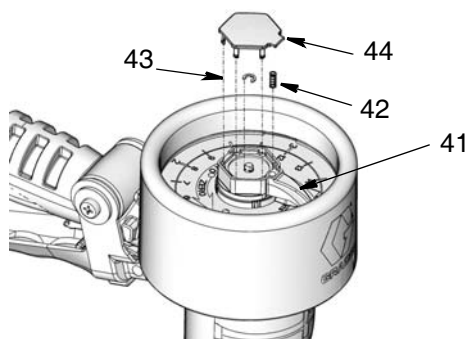

FIG. 25
- Montez le petit anneau de retenue (43), la goupille (41) du pointeur et le ressort (42) du pointeur. Remettez le couvercle (44). (FIG. 25).